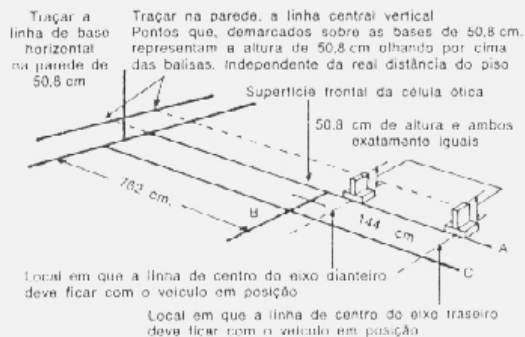

fig. 1 — demarcação do piso
Para alinhar os faróis por meio de um painel de parede, escolher uma parte nivelada do piso da oficina e fazer a sua marcação em conjunto com a do painel conforme figs. 1 e 2.
1. Fazer duas balizas de 50,8 cm. de altura e ambas exatamente iguais (fig. 1).
2. Marcar, sobre o piso, uma linha perpendicular (90°) à parede (fig. 1).
3. Marcar, sobre a linha do piso, uma distância de 762 cm, a partir da parede. Em seguida, traçar uma perpendicular à linha do piso pelo ponto marcado (fig. 1).
6. Colocar as duas balizas na posição mostrada na fig. 1. Por meio de uma visada sobre o topo das balizas, marcar um ponto na parede. Passar as balizas para a linha C (fig. 1) e repetir o procedimento para determinar um ponto do lado esquerdo da parede. Para maior precisão, pode-se usar um barbante para determinar os pontos.
10. Após efetuar todas as marcações que aparecem nas figs. 1 e 2, pintar as faixas necessárias.